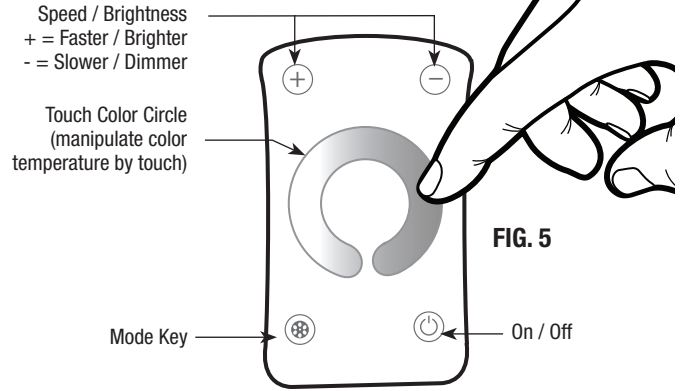

FIG. 6
6. OPERATING INSTRUCTIONS FOR CONTROLLER (Fig. 6):